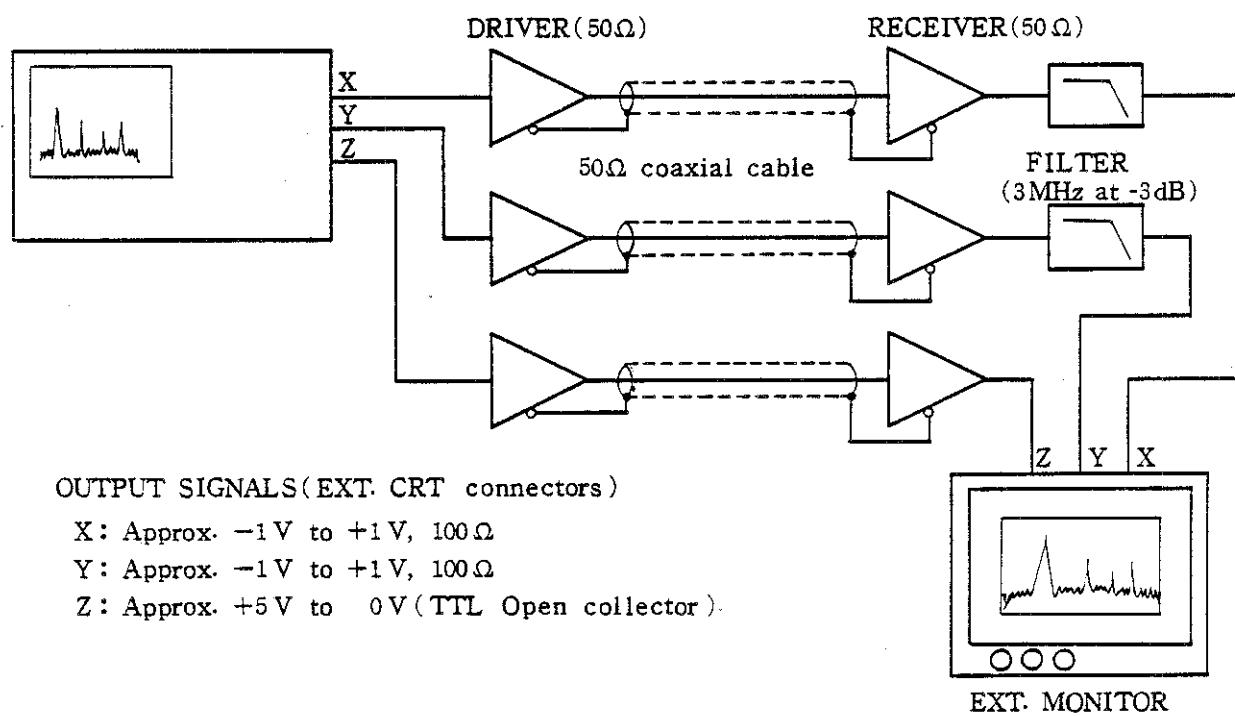

図 4-154 EXT. CRT 端子の周辺回路および応用例
**EXT. CRT** 端子の周辺回路を [ 図 4-154 (a) ] に示します。
**EXT. CRT** 端子を用いて外部モニタを行なう場合は, [ 図 4-154 (b) ] に示しますように, 信号のノイズ・カットが必要となります。